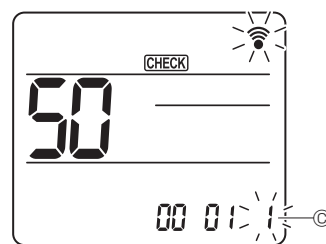

Fig. 6-19
- ④ Selezione del numero di impostazione
Utilizzare il pulsante [5] per modificare il Numero di impostazione ③. (Fig. 6-19)